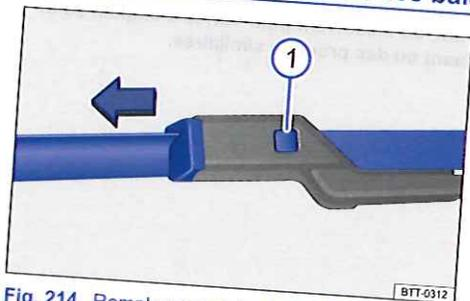

Fig. 214 Remplacement des balais d'essuie-glace avant.
- Maintenez la touche de déverrouillage ⇒ fig. 214 ❶ enfoncée et retirez simultanément le balai d'essuie-glace dans le sens de la flèche. ▶